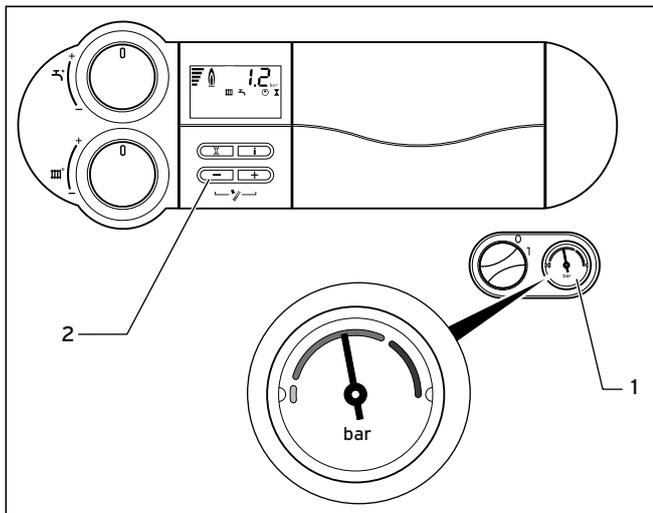

Abb. 4.5 Fülldruck der Heizungsanlage kontrollieren
Für einen einwandfreien Betrieb der Heizungsanlage muss das Manometer (1) bei kalter Heizungsanlage in der oberen Hälfte des dunkelgrauen Bereichs stehen (→ **Abb. 4.5**). Dies entspricht einem Fülldruck zwischen 1,0 bar und 2,0 bar. Wenn der Zeiger im hellgrau hinterlegten Bereich steht, dann müssen Sie vor der Inbetriebnahme Wasser nachfüllen (→ **Kap. 4.4.2**).